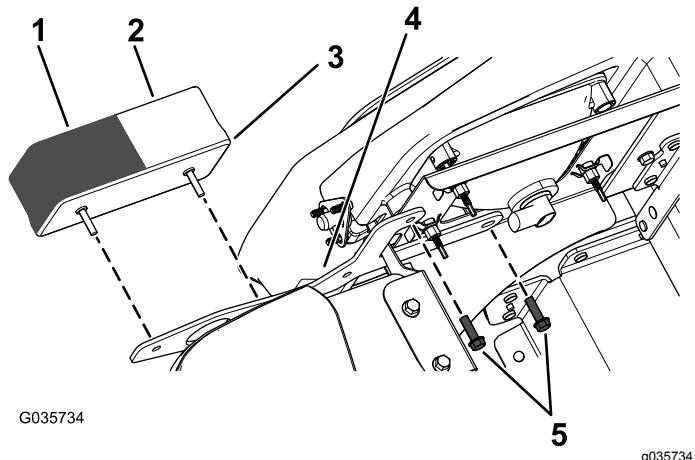

图2
- 使用之前卸下的 2 个螺丝将新的前位置/信号灯安装到支架上图2。
**注意** 确保将透明玻璃位置灯置于内侧琥珀色玻璃信号灯置于外侧图2。